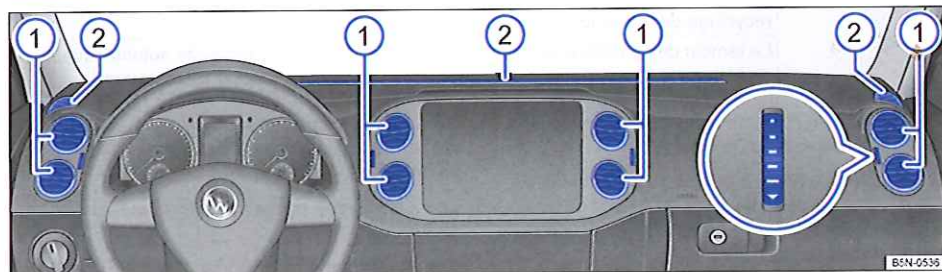

Fig. 179 Dans le tableau de bord : diffuseurs d'air.
Pour obtenir une puissance calorifique, une ventilation et un refroidissement suffisants dans l'habitacle, il convient de toujours laisser ouverts les diffuseurs d'air → fig. 179 ①.